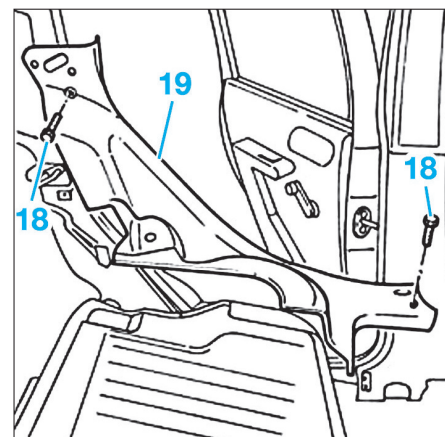

FIG. 60
- les vis (18), puis extraire l'élément (19) (Fig.60),